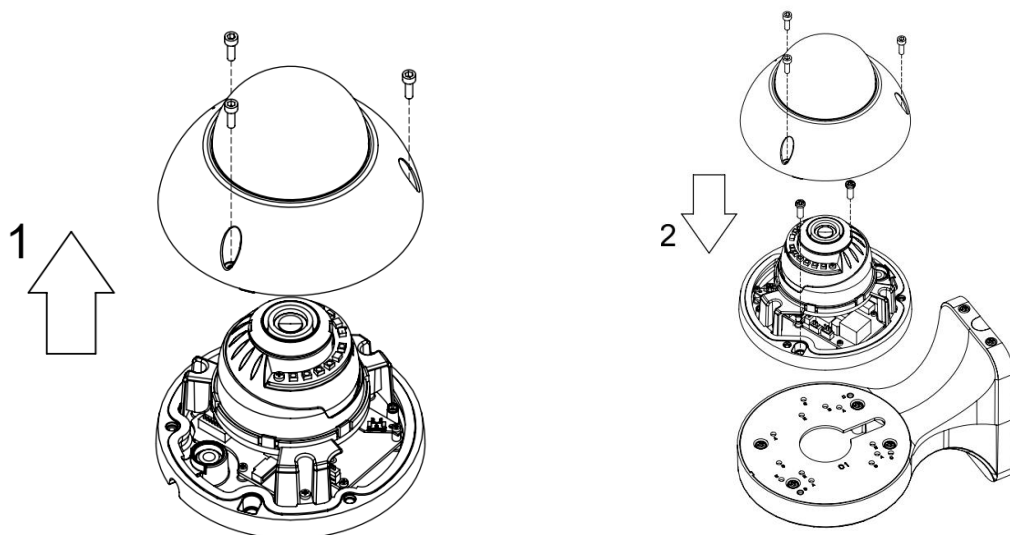

Рисунок 2
- установите корпус видеокамеры на основании, закрепите винты видеокамеры и завершите установку видеокамеры на кронштейн (рисунок 2);